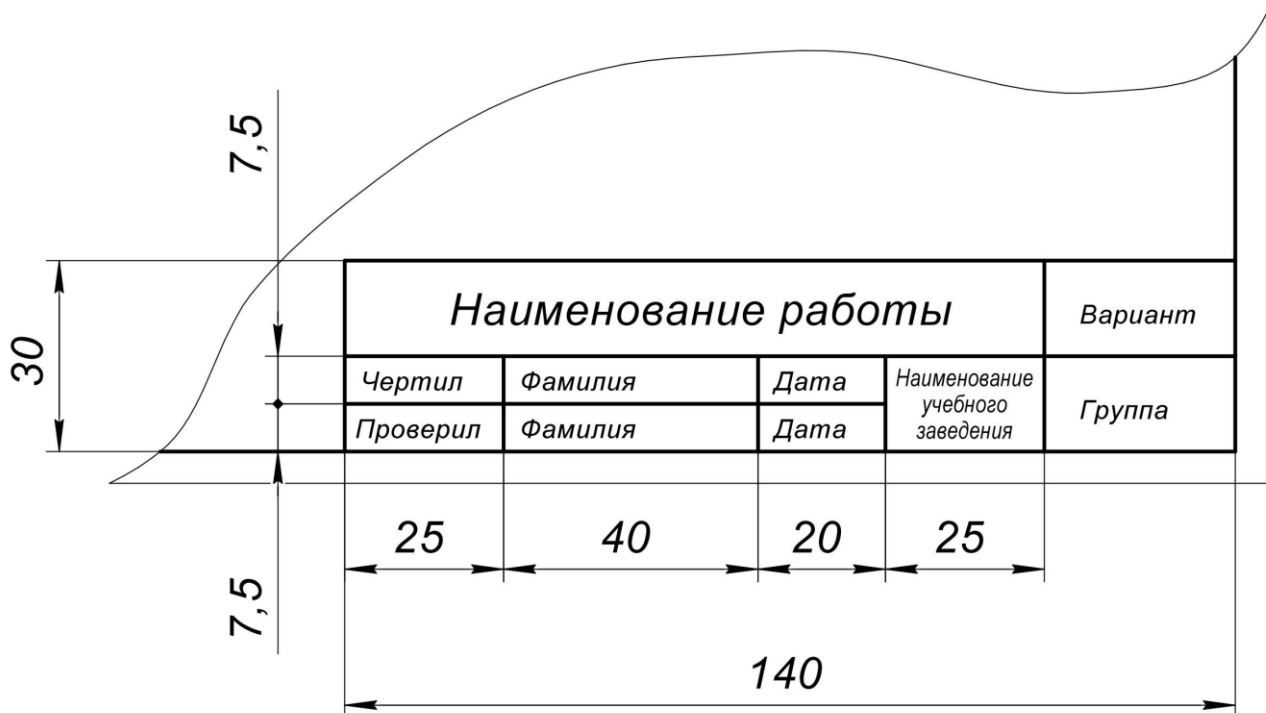

Рисунок 5.2 – Упрощённый формат основной надписи
– вычерчивание в правом нижнем углу основной надписи (углового штампа). **Обратите внимание**, что в работах используется упрощённый угловой штамп размером **140x30 мм** (см. рисунок 5.2). В остальных работах следует применять основную надпись размером **185x55 мм** согласно **ГОСТ 2.104–2006**. Так же обращаем Ваше внимание, что размеры такого углового штампа даны во всех учебниках по черчению;